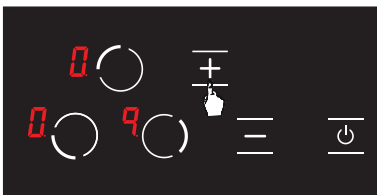

Abbildung 12
2. Die Kochstufe des entsprechenden Herds wird mit der **+** Taste als **9** eingestellt. (siehe Abb. 12)